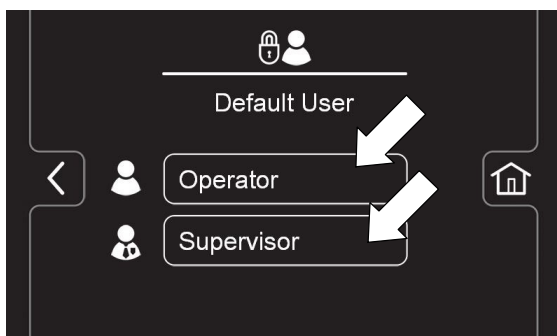

ABB. 156
- c. Wählen Sie den gewünschten Standard Benutzer durch Drücken der Taste Bediener oder Vorgesetzter (Abbildung 156).